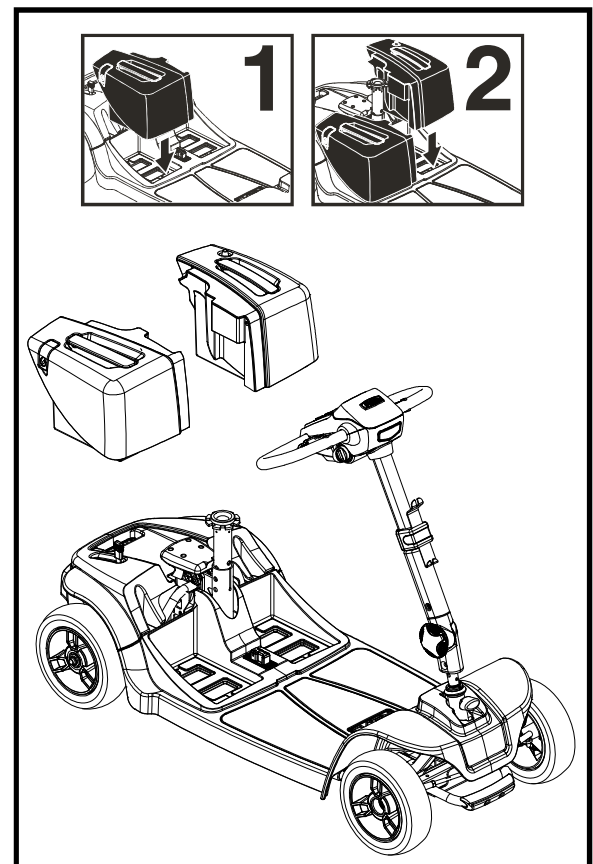

Abb. 23. Batteriebox Montage der Modelle 66 und 67
12. Installieren Sie die Akkus auf dem Elektromobils und setzen Sie die Akkupacks ein. Installieren Sie immer zuerst den Recht Akku. **Siehe Abb. 23.**